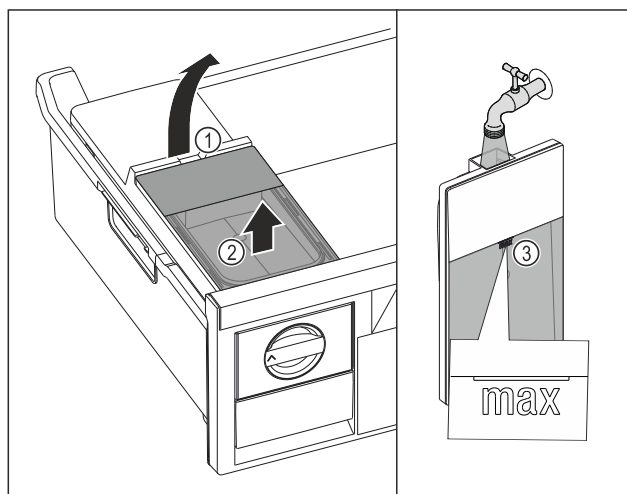

Fig. 121
- ▶ Løft vannbeholderen ved utsparingen Fig. 121 (1).
- ▶ Løft vannbeholderen ut av skuffen. Fig. 121 (2)
- ▶ Fyll vanntanken med vann opp til markeringen Fig. 121 (3).